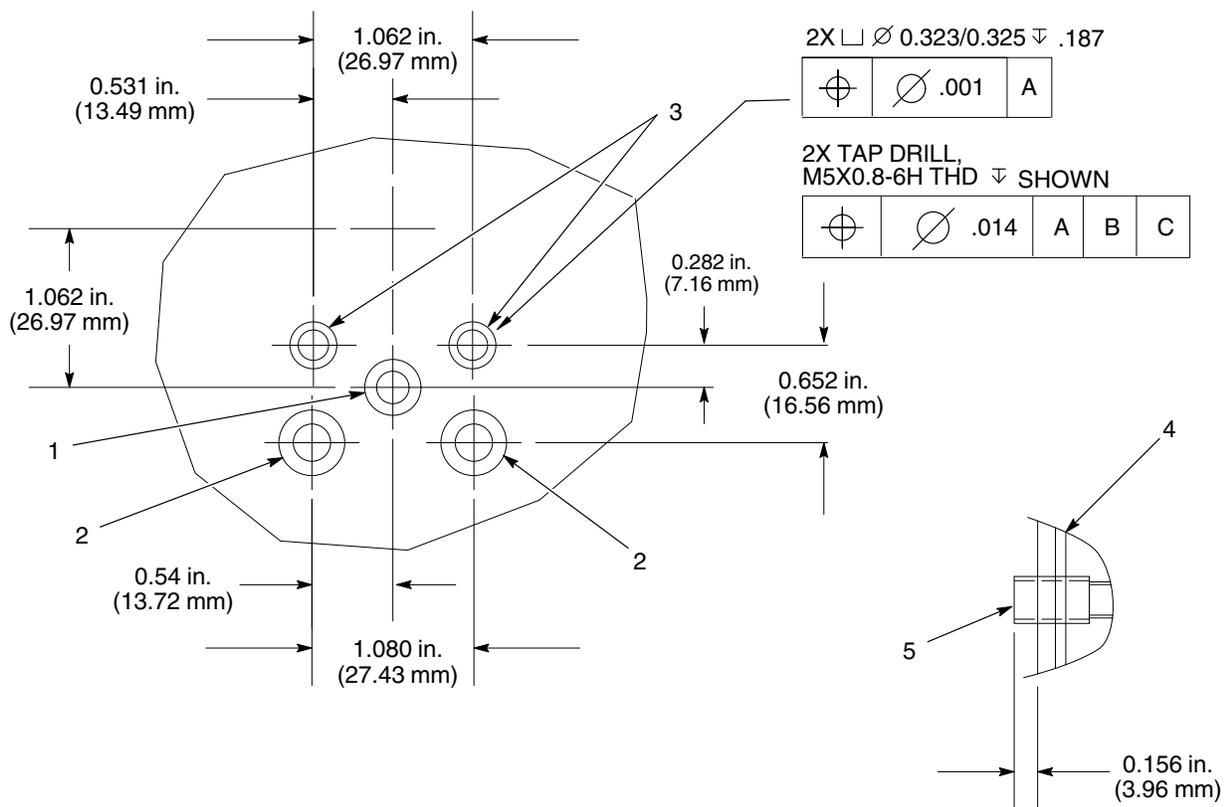

Abb. 5 Spezifikationen für die Montage eines Auftragskopfes an einem Verteilerblock
Siehe Abbildung 5 zu den Werten für die Montage des Auftragskopfes an einem Verteilerblock. Zusätzlich zu den Montagebohrungen (3) Löcher für den Materialeinlass (1) und die Temperaturkonditionierung (2) bohren.